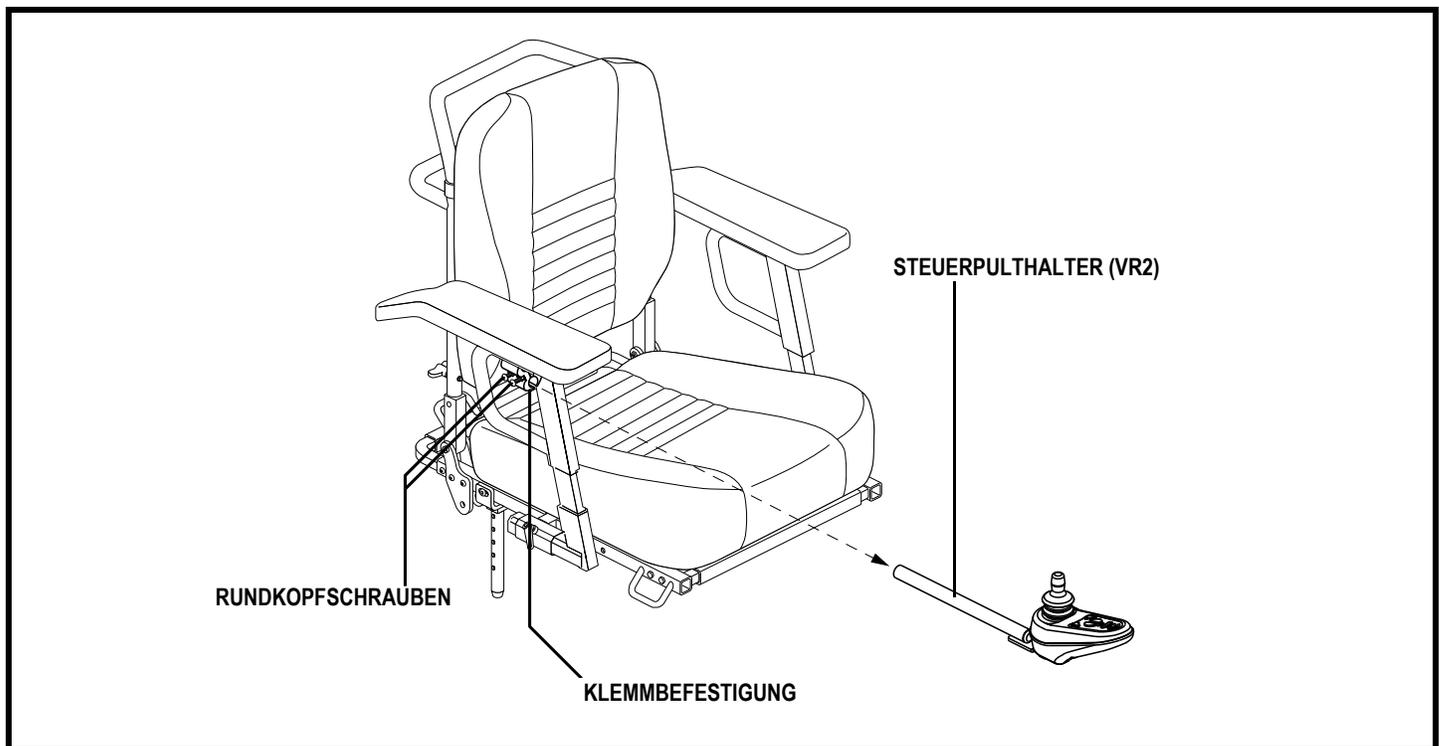

Abb. 18. Position des Steuerpults
4. Lösen Sie die Rundkopfschraube der Klemmbefestigung an der Armlehne. **Siehe Abbildung 18.**